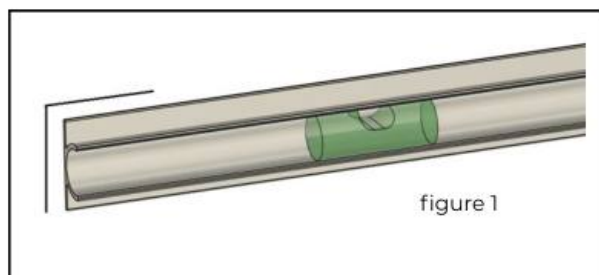

figure 1
3. Tracez au crayon le bord supérieur gauche et la verticale du profil, également pour le côté droit (figure 1)